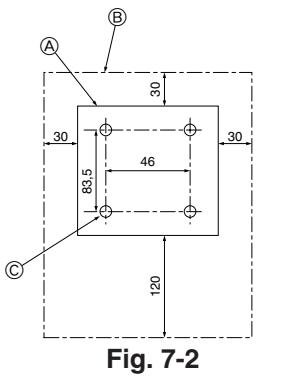

Fig. 7-2
(1) Selezionare un luogo adatto per l'installazione del comando a distanza. (Fig. 7-2) I sensori della temperatura sono situati sia sul comando a distanza che sulla sezione interna.